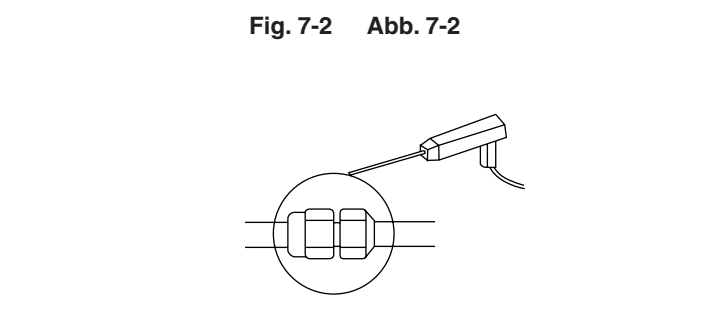

Fig. 7-4 Abb. 7-4
- Leakage checking of refrigerant at the coupling by gas leak detector as shown in Fig. 7-4.
- Nach Herstellung der Verbindungen sind die Kupplungen mit Hilfe eines Leckstellensuchers auf eventuelle Kältemittel-Leckagen zu ueberprüfen, siehe Abb. 7-4.